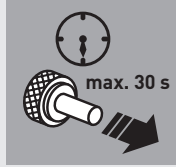

Abb. 3d:
5. Halten Sie den Gasventil-Knopf nach erfolgter Zündung max. 30 Sekunden gedrückt (siehe Abb. 3d). Sollte das Gerät nach Loslassen des Gasventil-Knopfes ausgehen gehen Sie wie folgt vor: